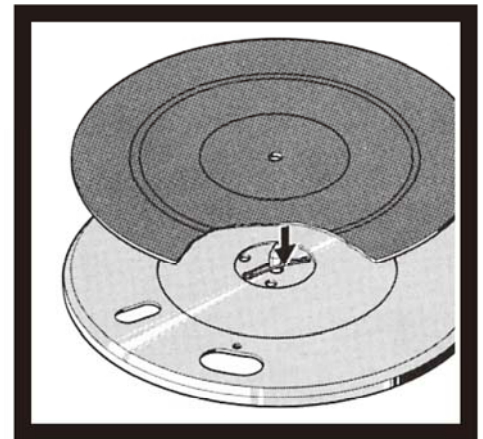

図 1
4. プラッターをサブプラッターの上に乗せ、プラッター中央の取り付け穴両側にある2個のセーフティ・スプリング（図1）を、センター・スピンドルの溝にしっかりとハマるように押し下げます。